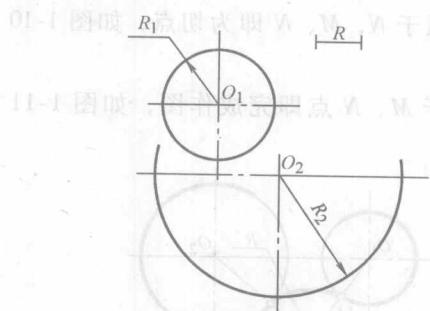

图 1-16 两圆弧间圆弧混合连接步骤一
1) 已知连接圆弧的半径为  $R$ ，将此圆弧外切于圆心为  $O_1$ 、半径为  $R_1$  的圆；同时又内切于圆心为  $O_2$ 、半径为  $R_2$  的圆，如图 1-16 所示。